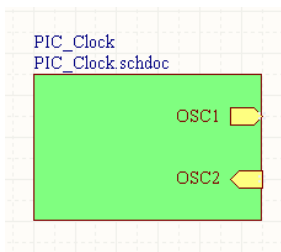

图 4.8 布置的子图端口
(19) 单击“Tab”键，在打开的“Sheet Entry”对话框的“I/O Type”下拉菜单中选择“Input”项，单击“OK”按钮。
(20) 在“Clk”子图符号靠右侧单击鼠标，再布置一个名为“OSC2”的子图输入口，如图 4.8 所示，然后单击鼠标右键确定。